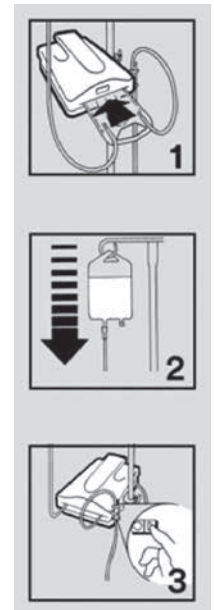

Рисунок 4.
2. Вставьте кассету в прорезь на устройстве для подогрева. Кассету можно вставить в устройство только с одной стороны (см. рисунок 4, № 1).
3. Заполните комплект для подогрева. Дополнительную информацию о наполнении комплекта см. в инструкции, которая входит в комплект поставки комплектов для подогрева (см. рисунок 4, № 2).
5. Подключите шнур питания к подходящей электрической розетке. Включите устройство (см. рисунок 4, № 3). Через несколько секунд загорится буквенно-цифровой дисплей. Для нагревания до заданного значения температуры 41 °С требуется менее двух минут.